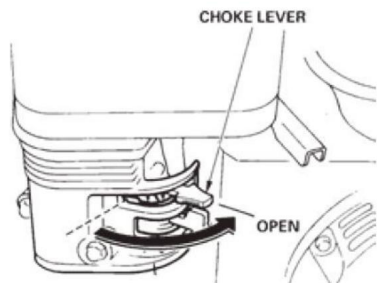

FIG.8
9.4 Posizionare la leva dell'aria (FIG. 8) nella posizione "APERTO" se si avvia una fase di riscaldamento motore o la temperatura è alta.